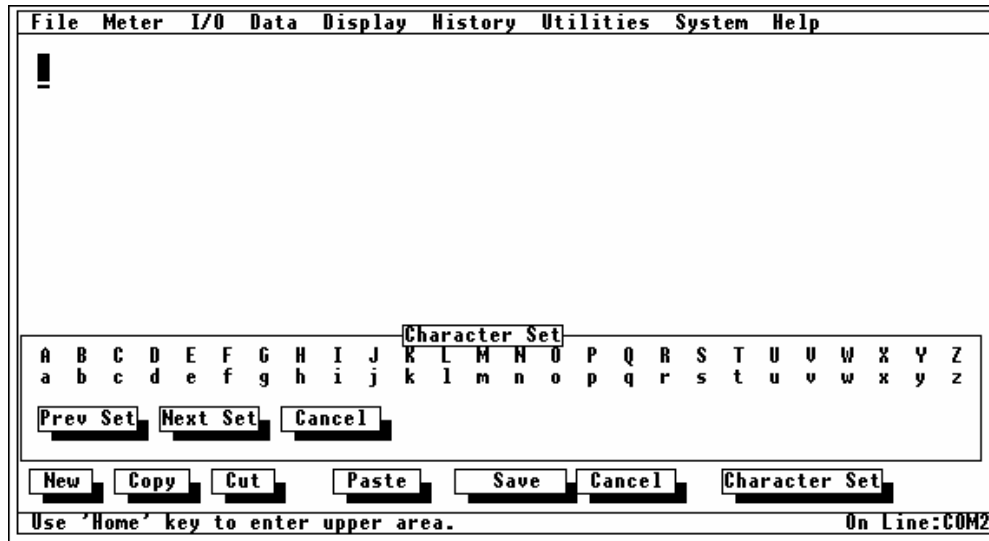

Figure 6-10. Exemplo 1 de Novo Display
4. Posicione o cursor no canto superior esquerdo da tela como mostrado na Figure 6-10.